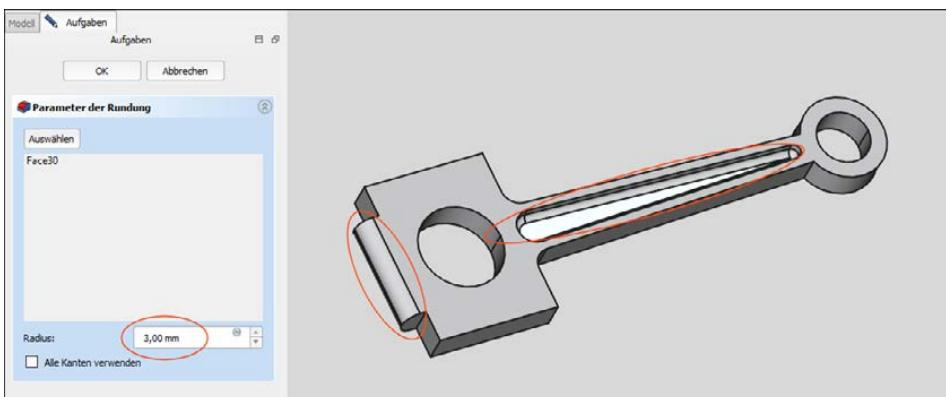

Abbildung 5.28: Verrundungen erstellen
2. Tragen Sie im Kombifenster, Register *Aufgaben* bei *Radius* den Wert 7 ein und klicken Sie auf *OK* und die Verrundung ist fertig (siehe Abbildung 5.28).
3. Klicken Sie in die Fläche der Verrundung. Tragen Sie hier bei *Radius* den Wert 3 ein und klicken Sie auf *OK*. Auch diese Verrundung ist fertig (siehe Abbildung 5.28). Hätten Sie den Schalter *Alle Kanten verrunden* aktiviert, wären alle Kanten des Bodys verrundet worden.